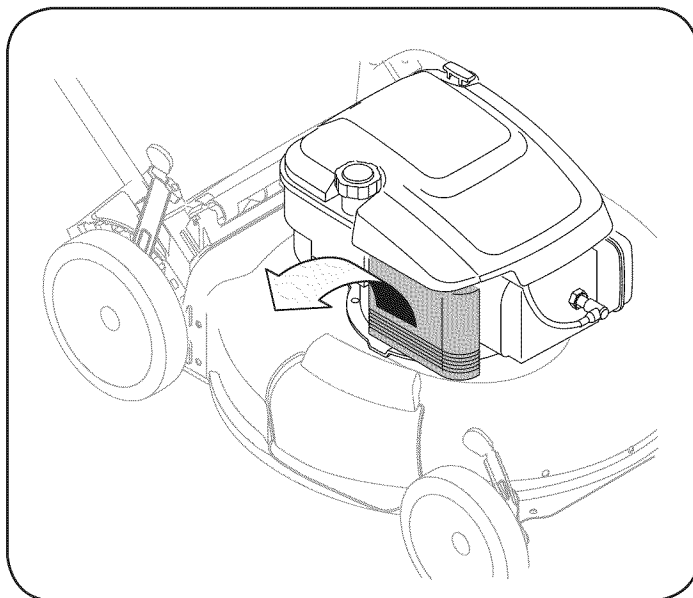

Figura 16
1. Aflojar el tornillo y la inclinación de la vivienda cubierta de plástico en el lado del motor hacia abajo. Ver Figura 16.